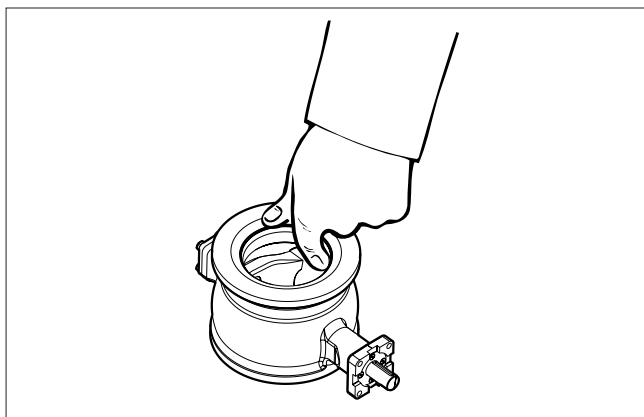

Fig. 21 Drejning af kuglesegmentet
- Drej segmentet (3), så det ikke rører sædet, Fig. 21.